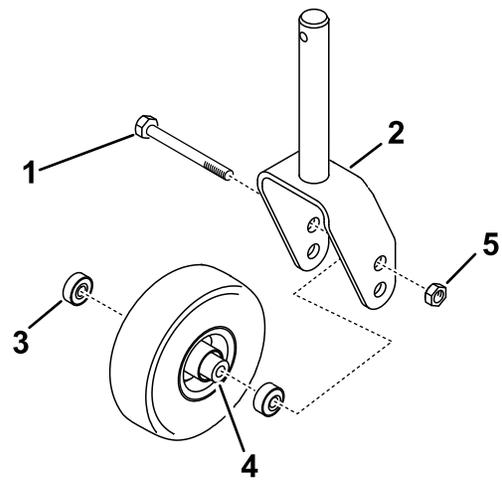

Figure 6
- Montez la roue pivotante sur la fourche, comme montré à la Figure 6.